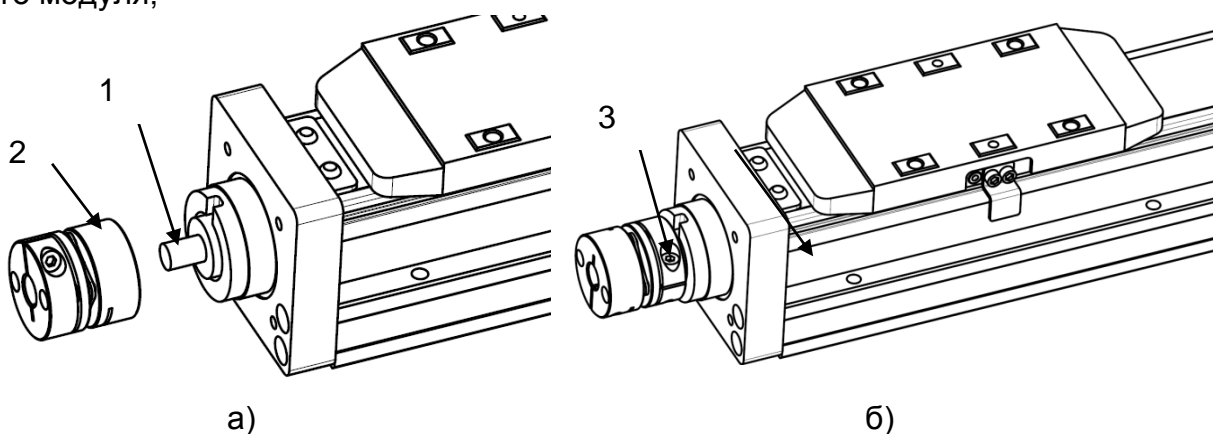

Рисунок 3 – Установка муфты на модуль.
1) установить муфту (поз. 2) на вал модуля (поз. 1) (см. рисунок 3 а)). Закрепить муфту и затянуть винт (поз.3) (см. рисунок 3 б)) в муфте со стороны линейного модуля;